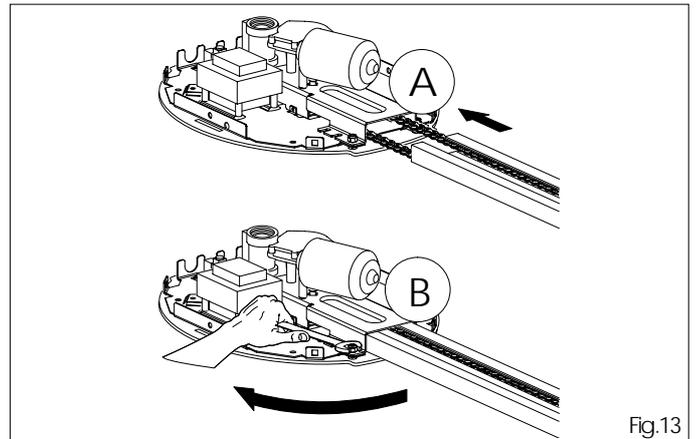

Fig.13
5.8 Coloquen de nuevo el grupo motor e introduzcan el larguero como muestra la fig13 (ref.A) hasta el tope.
5.9 Aprieten el grupo motor con la específica llave (fig. 13 ref.B).